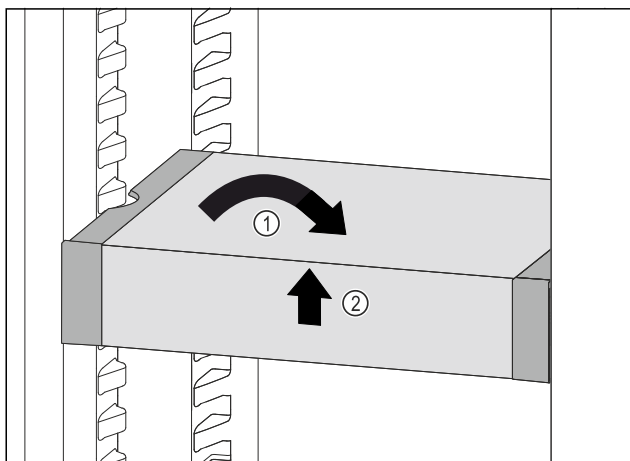

Fig. 198
- Ispravite VarioSafe. Fig. 198 (1)
- Podignite sprijeda VarioSafe. Fig. 198 (2)